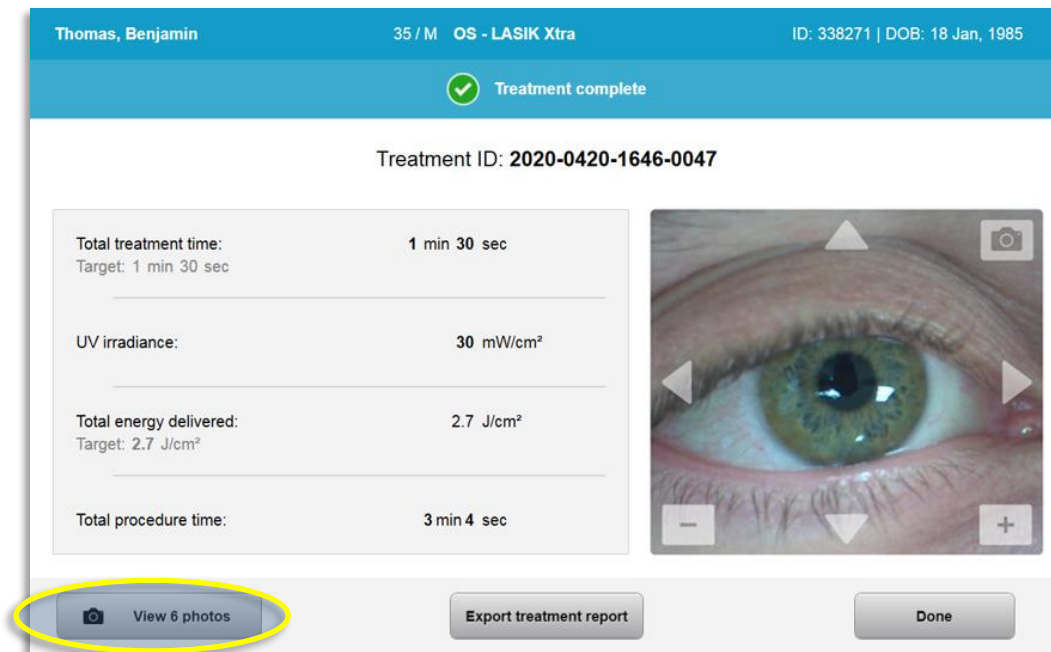

Figura 3-32. Schermata Treatment complete (Trattamento completato)
- Al termine di un trattamento verrà visualizzato un riepilogo dei parametri di trattamento e la schermata indicherà "Treatment complete" (Trattamento completato), come mostrato nella Figura 3-32.
- Selezionare "View Photos" (Visualizza foto) per accedere alla galleria fotografica, come mostrato nella Figura 3-32.